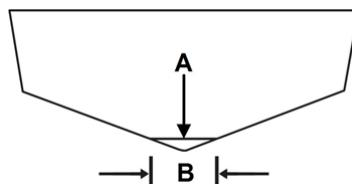

Рис. 6 Установка на лодку с V-образным дном
2. Проведите (нанесите, нарисуйте) горизонтальную линию А на транце выше дна лодки той же длины, что и ширина В корпуса водозаборника (Рис. 6).
4. Установите высоту подвесного лодочного мотора на транце лодки так, чтобы передняя кромка корпуса водозаборника соответствовала горизонтальной линии А (Рис. 6).